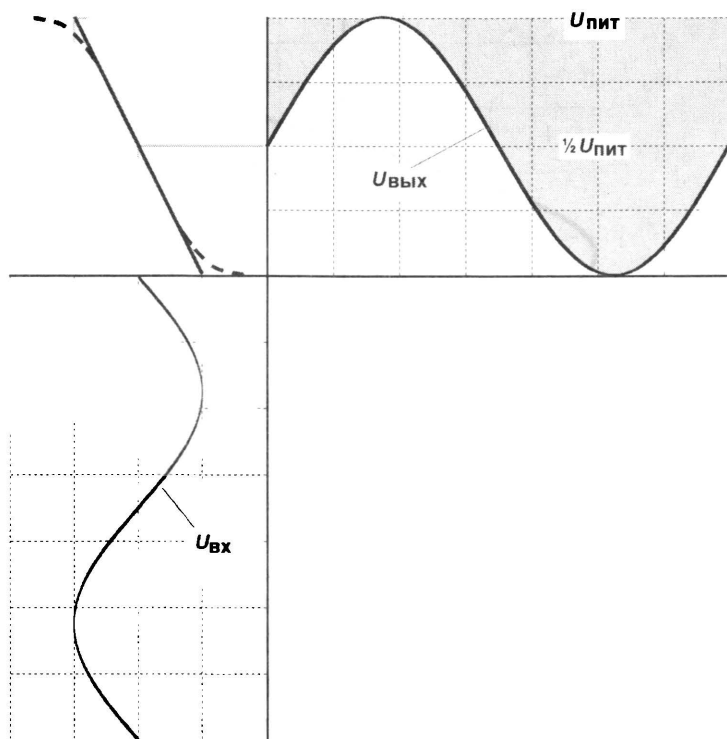

Рис. 8.4. Режим работы усилителя класса А
Класс А (рис. 8.4) — это фактически режим, соответствующий усилительному каскаду с общим эмиттером (см. рис. 6.6).
В классе А на коллекторе транзистора устанавливается ровно половина питания. Если считать переходную характеристику каскада строго линейной (сплошная линия на рис. 8.4), то амплитуда выходного сигнала может достигать напряжения питания. Для оценки КПД в этом идеализированном случае обратим внимание, что незатемненная область на графике выходного напряжения соответствует мгновен-
ным (в каждый момент времени) значениям напряжения на нагрузке, а затемненная — напряжениям на выходном транзисторе. Как мы видим из графика, эти области строго равны друг другу по площади, поэтому соответствующие интегралы (1) и действующие значения напряжения на нагрузке и на транзисторе будут равны, так что КПД окажется равен ровно 50% — половина затрачиваемой мощности выделяется на нагрузке, половина — на транзисторе. В реальности же переходная характеристика имеет S-образный вид (пунктир на рис. 8.4), поэтому во избежание искажений приходится ограничивать амплитуду сигнала, так что в действительности КПД может быть значительно меньше, да и реальный сигнал никогда не достигает максимальных амплитудных значений.